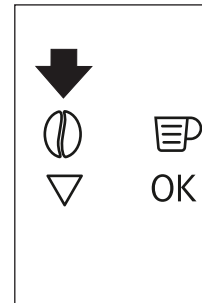

Fig. 15
- ▶ După ce ați folosit mașina cu cafea pre-râșnită, pentru a reveni la prepararea cafelei folosind boabe de cafea, dezactivați funcția pentru cafea pre-râșnită prin apăsarea tastei ☉ (B4) (Fig. 15).